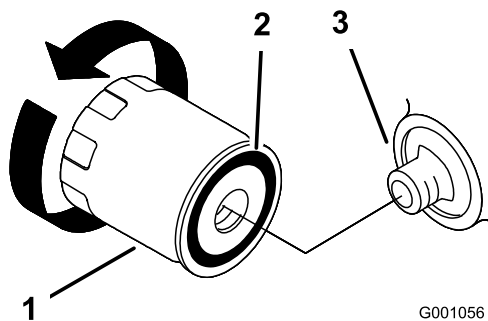

Figura 23
- Togliete il filtro usato e tergete la superficie della guarnizione dell'adattatore del filtro (Figura 23).
- Spalmate un velo di olio nuovo sulla guarnizione di gomma del filtro di ricambio (Figura 23).
- Montate il nuovo filtro dell'olio nell'adattatore, giratelo in senso orario finché la guarnizione di gomma non sfiora l'adattatore, quindi serrate il filtro di altri 2/3 di giro o 1 giro (Figura 23).